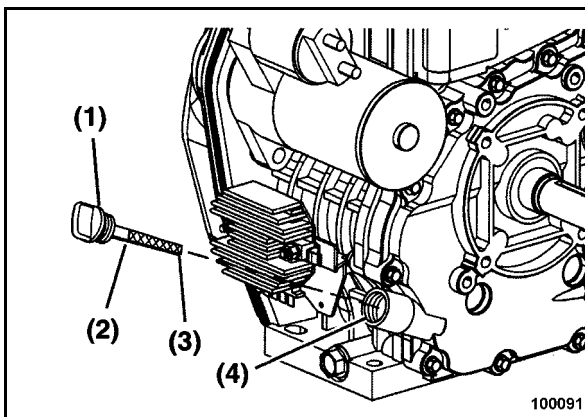

рис. 58
- Вывинтить указатель уровня масла (1) (рис. 58).